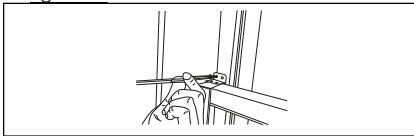

Figur 15
3. Luk skydevinduet fast mod vinduesskydesættet. (Figur 15)
4. Skru to 1/2"-skruer fast for at fastgøre vinduesskydesættet til skydevinduet. (Figur 15)
5. Fastgør vinduesskydesættet til vinduesrammen (figur 15):